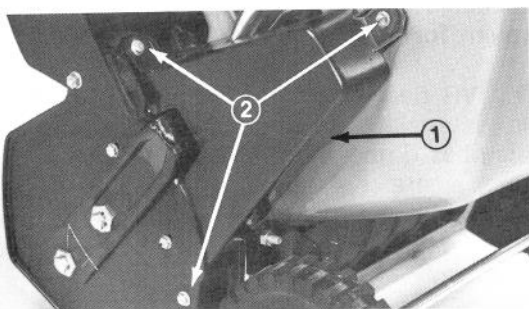

Figure 8
5. Pour mettre en marche une déneigeuse S140 avec démarreur à rappel, posez une main sur le mancheron inférieur pour stabiliser la déneigeuse. Saisissez ensuite la poignée du démarreur (Figure 8) et tirez-la vigoureusement pour mettre le moteur en marche. Si le moteur ne démarre pas après quatre essais, amorcez de nouveau et tirez la poignée de démarrage encore quatre fois. Recommencez ainsi jusqu'à ce que le moteur démarre.
raudeuses (Figure 8).